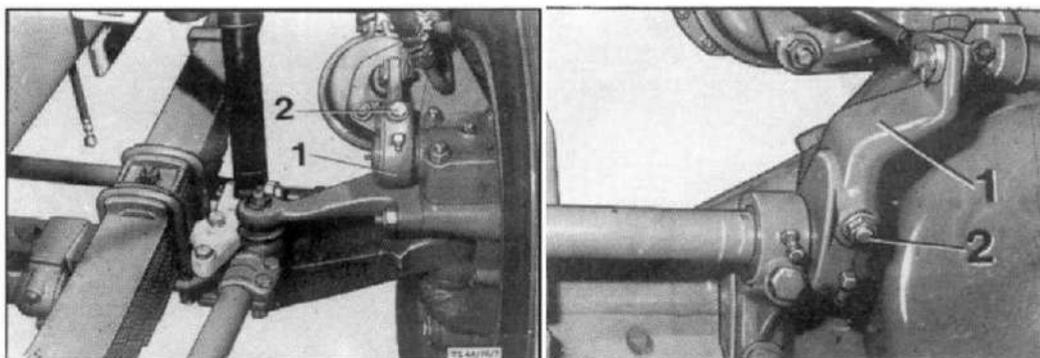

Рис. 24
2. Регулировка зазоров тормозных колодок передней оси (см. Рис. 24). Поверните шестигранный болт «2», расположенный на конце червячного вала, затем поверните его в обратном направлении, в этом случае должен быть услышан трехкратный щелчок.